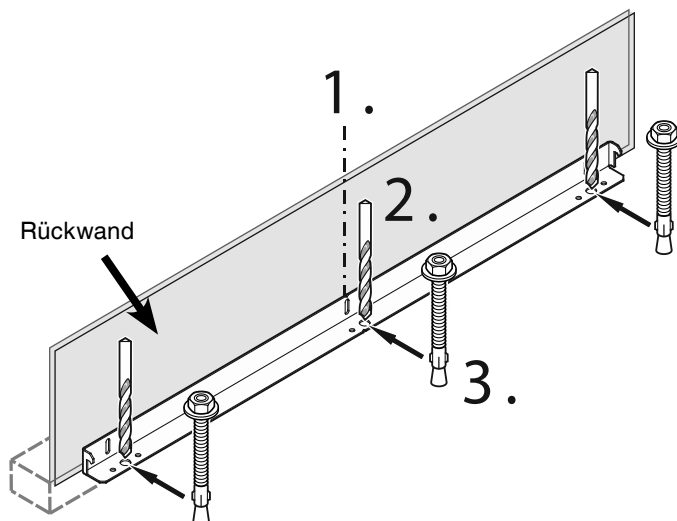

Abbildung 4
Montage der Kippsicherung bei Betonböden - Abbildung 4 - 5
2. Mit einem Hartmetallbohrer 10 mm Löcher an den in **Abbildung 4** gezeigten Stellen bohren. Die Bohrlöcher müssen tiefer sein als die Gesamtlänge der Anker.